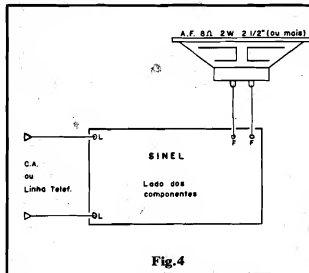

Fig.4
- FIG. 4 - CONEXÕES EXTERNAS À PLACA - Conforme já foi dito, a única peça do circuito que fica ligada "por fora" à placa, é o alto-falante... Sua conexão é vista em seus detalhes óbvios nas figuras (a placa ainda mostrada pelo lado não cobreado, como ocorreu na fig. anterior...). Como não há preocupação de "polaridade", no caso, basta conectar os pontos "F-F" aos terminais do alto-falante ou tweeter, através de fios no necessário comprimento (quanto mais curto, melhor, para manter a "elegância" do conjunto...). As outras conexões externas restringem-se aos pontos "L-L", que serão levados ou à fiação de C.A. local, via interruptor da campainha, ou então à linha telefônica